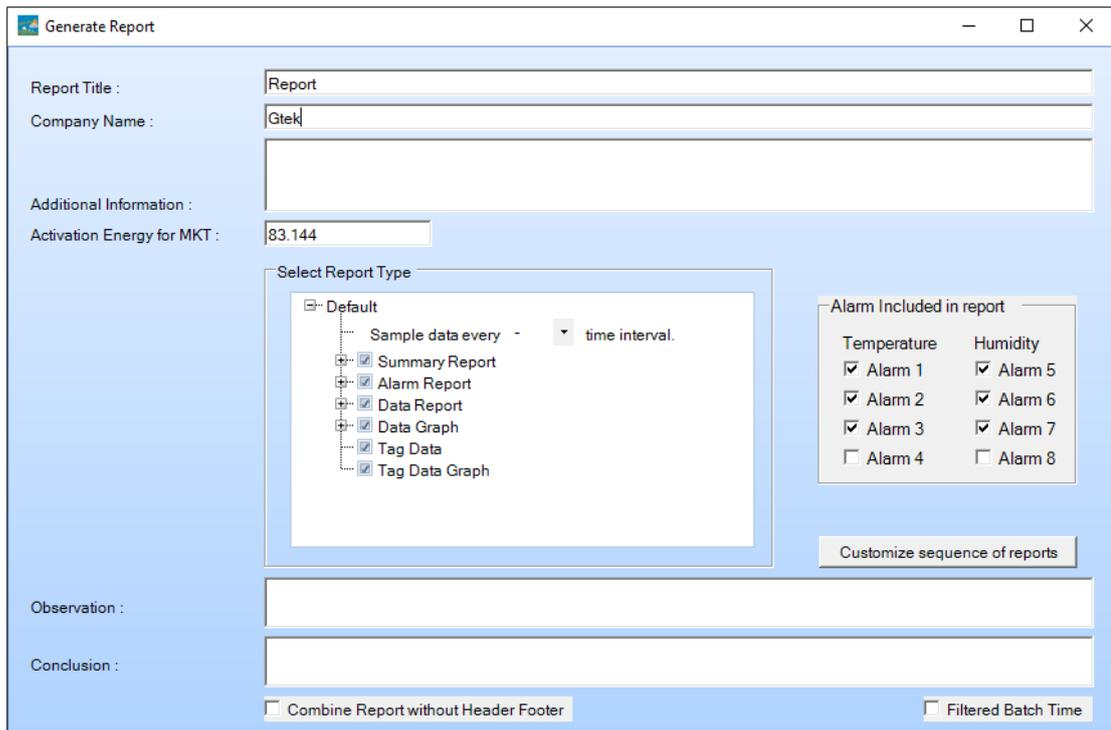

Figure16 Remplir les options pour générer un rapport PDF
- Pour générer le rapport PDF des données, cliquez sur l'icône . Une fenêtre contextuelle apparaîtra avec les options suivantes, comme illustré à la figure 16.